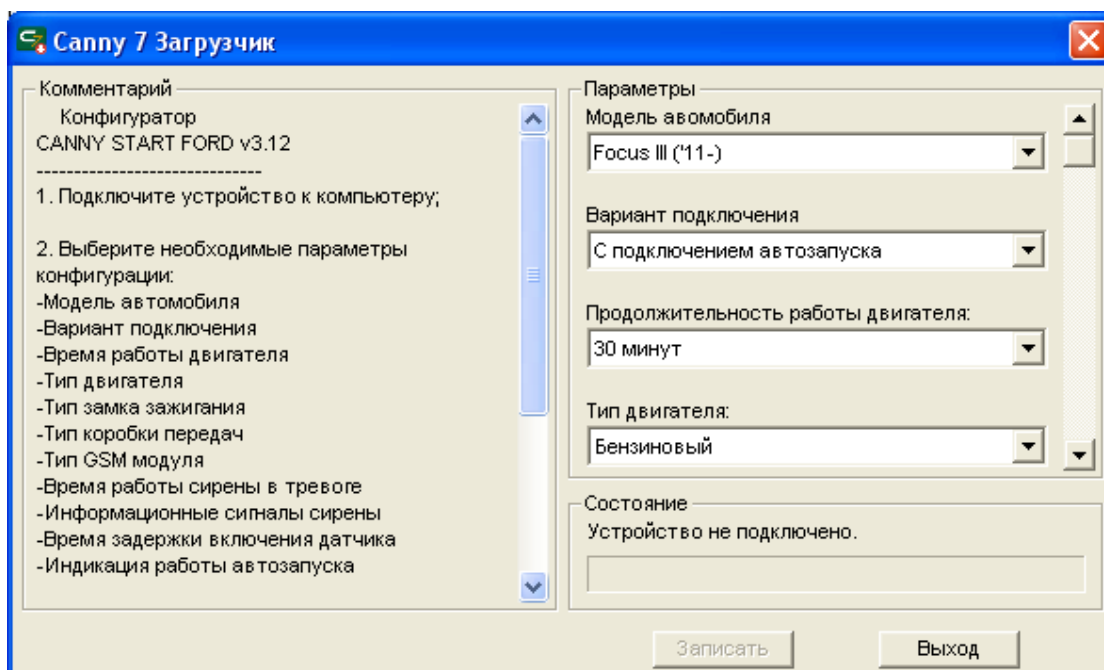

Рисунок 1. Окно задания конфигурации контроллера.
- 2.2. Запустите приложение-конфигуратор и в открывшемся окне (смотри рисунок 1), выберите модель автомобиля и установите требуемые параметры работы контроллера, выбрав соответствующие значения из списков. Для доступа ко всему списку доступных для установки параметров воспользуйтесь полосой прокрутки справа.